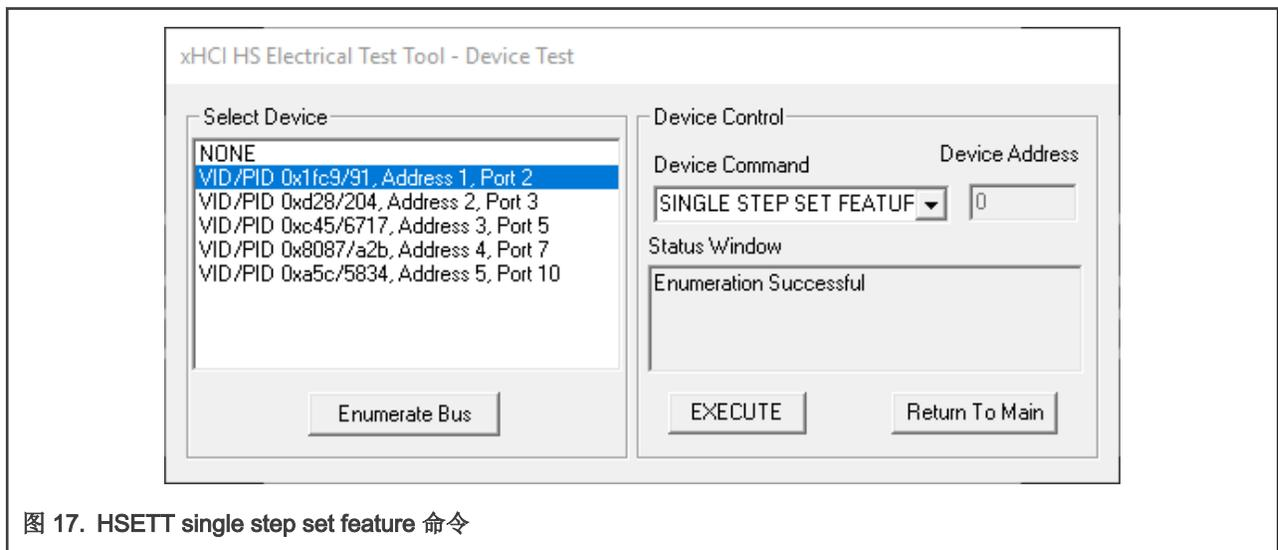

图 17. HSETT single step set feature 命令
3. 给被测 EVK 板重新上电，在示波器上点击 Run Tests。如图 17 点击 HSETT 软件的设备测试菜单内的 Enumerate Bus 一次，并且观察示波器，验证 SOF 包被监测到。